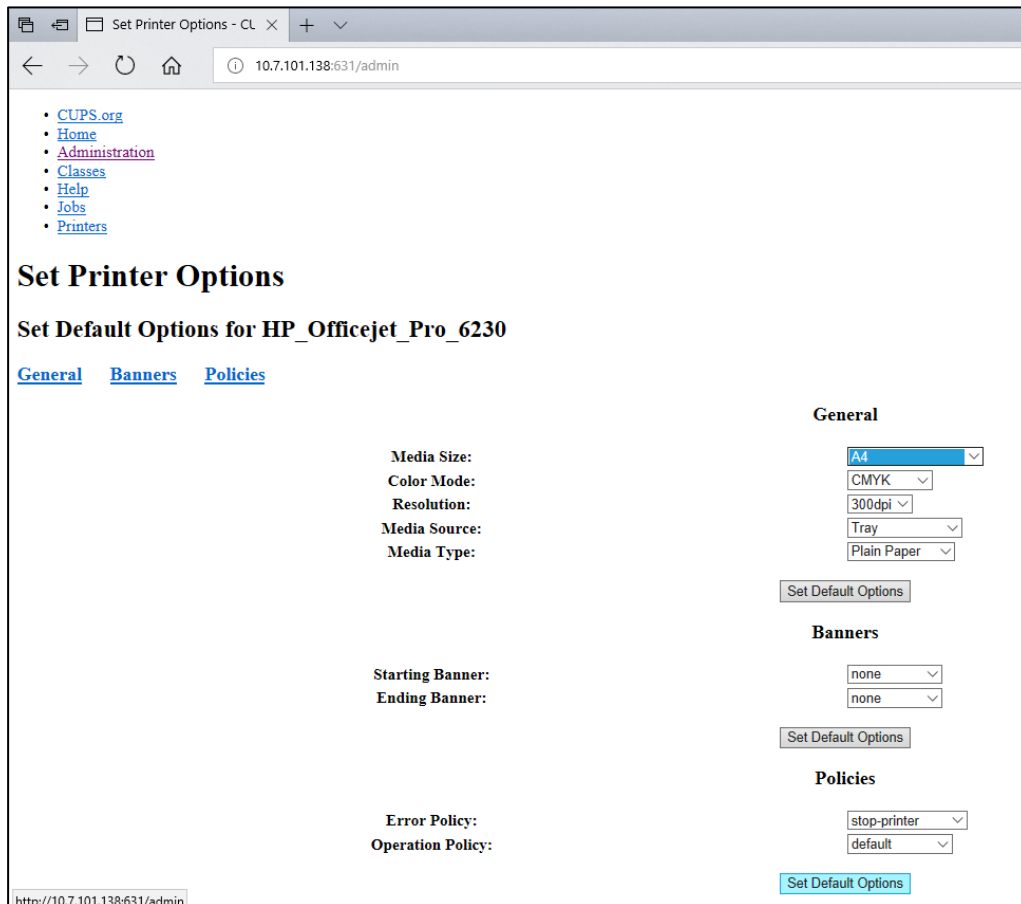

Figura 84. Selecionando o tamanho de mídia correto.
7. Selecione o Media Size (Tamanho da mídia) correto (como "A4"), pois algumas impressoras não imprimem se o formato do papel estiver errado. Em seguida, salve a seleção pressionando Set Default Options (Definir as opções padrão) (Figura 84).